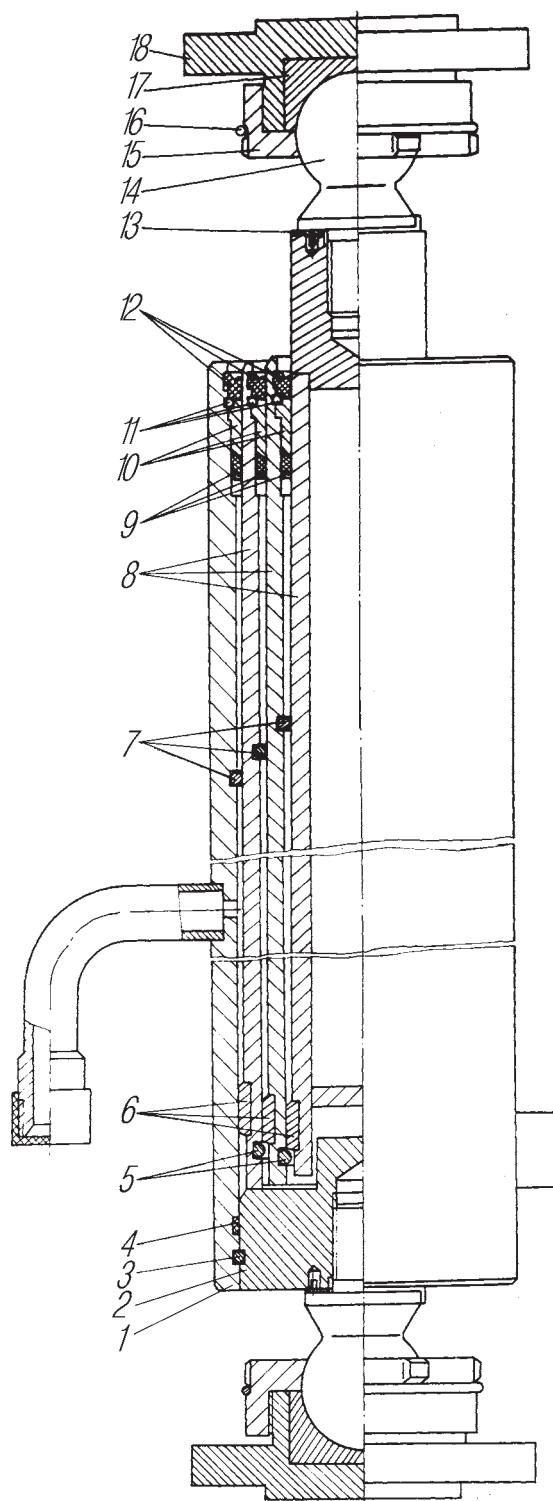

Рис. 118. Гидроцилиндр подъема
**Гидроцилиндр подъема платформы автомобиля Урал-55571-40** — телескопический. В корпусе 1 (рис. 118) размещены плунжеры 8, ход которых ограничивается при движении вниз упорными кольцами 5 и 7.